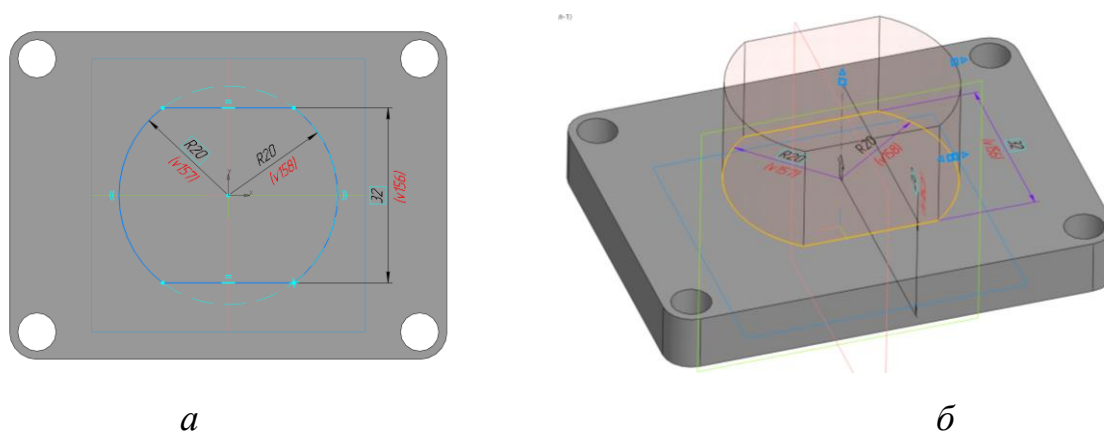

Рис. 21 Построение цилиндра: *а* – эскиз, *б* – команда «Элемент выдавливания»
- **Плоскость верхнего основания фланца – Создать эскиз** (рис. 21).
Параметры операции Усечь кривую – удаление дуг окружности (см. рис. 21). С помощью команды **Авторазмер** нанести размерные зависимости: радиус дуги – 20 мм, расстояние между горизонтальными отрезками – 32 мм.
- **Твердотельное моделирование – Элементы тела – Элемент выдавливания.** Параметры операции Элемент выдавливания: результат операции – объединение; сечение – Эскиз 3; направляющий объект – Эскиз 3; способ выдавливания – на расстояние (20 мм) (см. рис. 21).